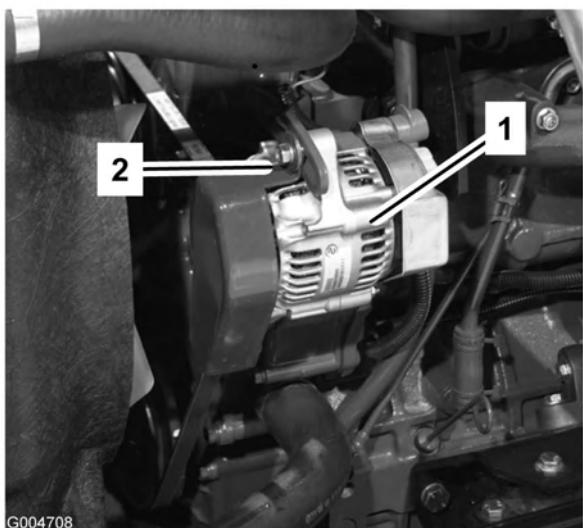

Figura 62
Controllate lo stato e la tensione delle cinghie (Figura 62) ogni 100 ore di servizio.
2. Se l'inflessione non è di 10 mm, allentate i bulloni di fissaggio dell'alternatore (Figura 62). Aumentate o riducete la tensione della cinghia dell'alternatore e serrate i bulloni. Controllate di nuovo l'inflessione della cinghia per accettare che sia esatta.